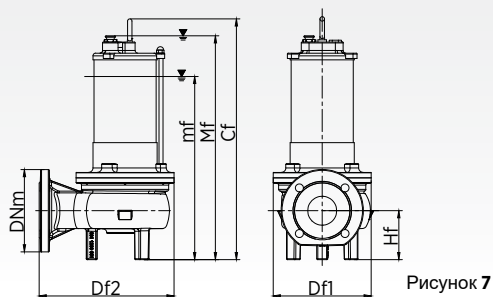

Рисунок 5
- Отрежьте две нержавеющей трубы диаметром 3/4 дюйма в соответствии с расстоянием между верхней секцией УМП и неподвижной секцией УМП и установите (рис. 4, рис. 5).